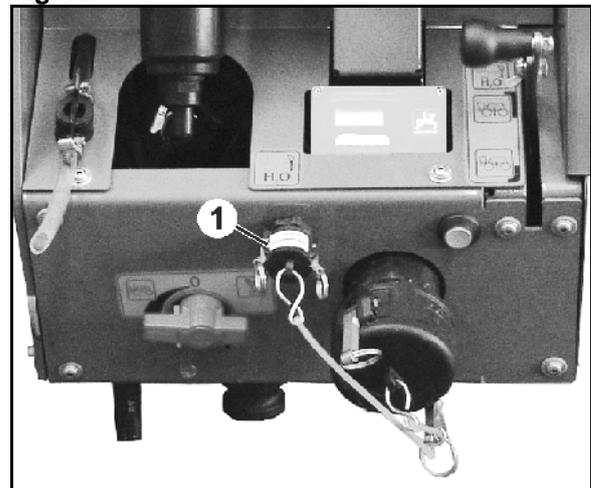

Fig. 73
**Befüllen über Befüll-Anschluss (Fig. 73/1):**